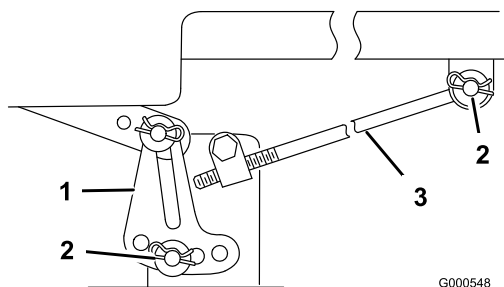

Figura 49
Nota: Prima di togliere il tosaerba prendete nota dei fori utilizzati nelle staffe di livellamento (Figura 49).
5. Togliete la coppiglia e la rondella dall'asta di regolazione (Figura 49) da ciascun lato del tosaerba.
6. Togliete la coppiglia e la rondella dalle staffe di livellamento del tosaerba (Figura 49) da ciascun lato del tosaerba. Prendete nota del foro in cui è montata la staffa di livellamento, per il futuro montaggio. Estraete le staffe dal perno di montaggio.
5. Attaccate l'asta di regolazione alla macchina, utilizzando la rondella e la coppiglia (Figura 49), su ciascun lato del tosaerba.
6. Fate scorrere le staffe di livellamento sui perni di montaggio, e fissatele con le rondelle e le coppiglie (Figura 49).